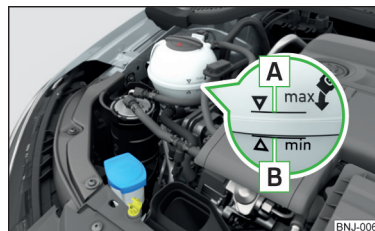

Abb. 171
Kühlmittelstand prüfen - der Kühlmittelstand muss zwischen den Markierungen **A** und **B** liegen » Abb. 171. Liegt der Kühlmittelstand unterhalb der Markierung **B**, das Kühlmittel nachfüllen. ▶
Die **Spezifikation** des Kühlmittels ist auf dem Kühlmittelausgleichsbehälter aufgeführt » **Abb. 171**.
- Das Kühlmittel nicht über die Markierung **A** auffüllen » **Abb. 171**. Das Kühlmittel könnte bei Erwärmung aus dem Kühlsystem gedrückt werden - es besteht die Gefahr einer Beschädigung der Motorraumteile.